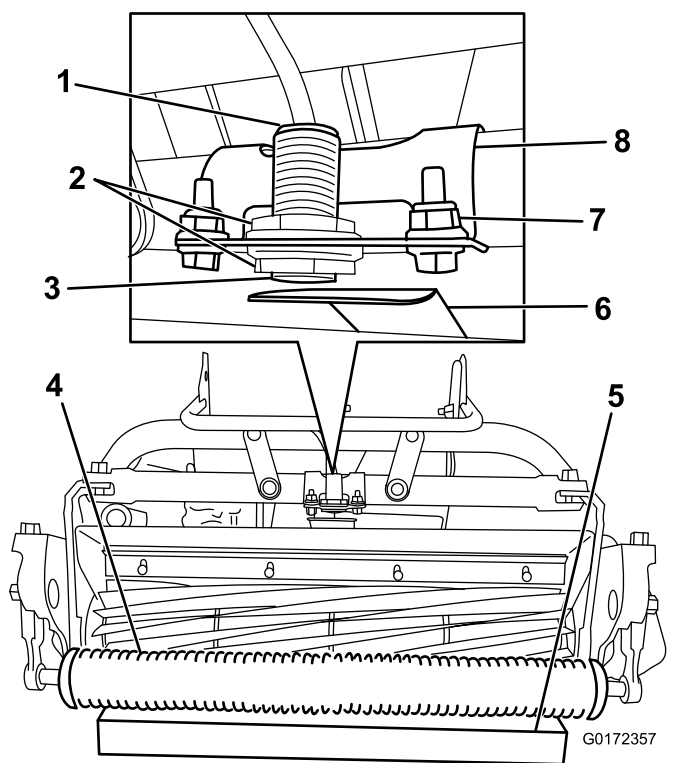

図 16
- センサーについているジャムナットをゆるめて、ジャムナットの先端からねじ山が1山だけ見えるように調整する(図16)。
4. カuttingユニットの前ローラの下に 3.8cm の角材を置く 図 16。
5. センサーのブラケットをフレームに固定している締結具をゆるめる 図 16。
8. センサー上部にあるランプが点灯するように、センサーのブラケットをターゲットプレートに向ける 図 16。すでにランプが点灯している場合には、ランプが消えるまでブラケットを回し、それから元に戻してもう一度点灯させる。